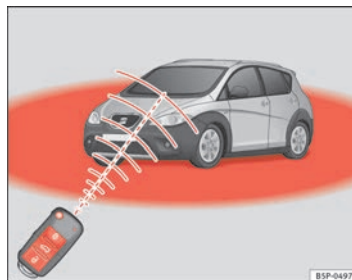

Fig. 63 Radio de acción del mando a distancia por radiofrecuencia
- El mando a distancia por radiofrecuencia funciona únicamente dentro de su radio de acción ⇒ **página 108, fig. 63** (zona roja).